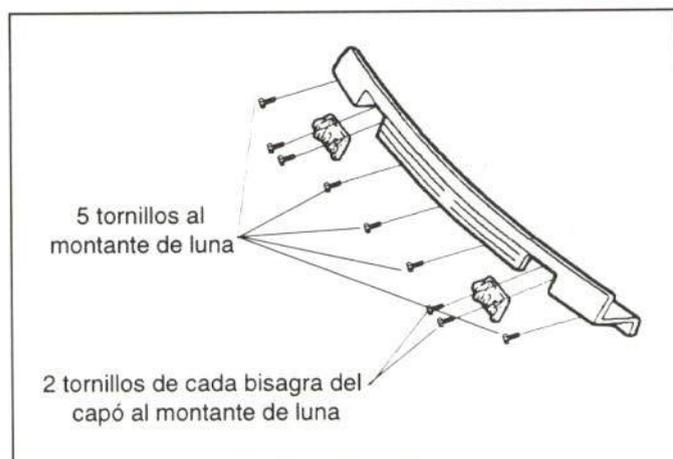

Figura 22.- Fijación de la rejilla de aireación
Atornillada, tal como se muestra en la figura 22.
- Rejilla de aireación (figura 22)